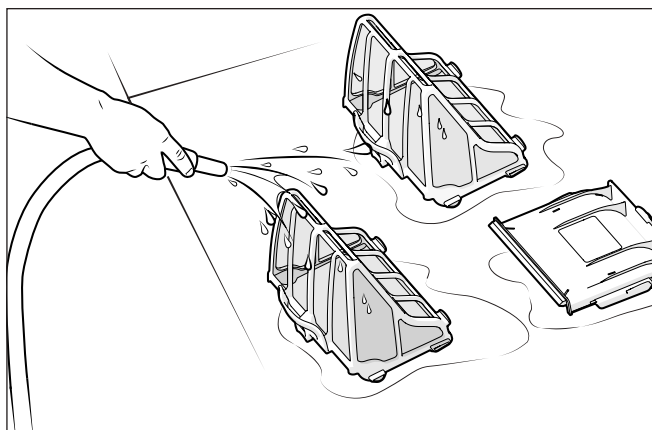

Figura 17. Lave el cartucho del filtro
7. Quite todos los residuos del cartucho del filtro y, a continuación, enjuague el cartucho, el soporte del filtro y el limpiador utilizando una manguera, como se muestra en la Figura 17.